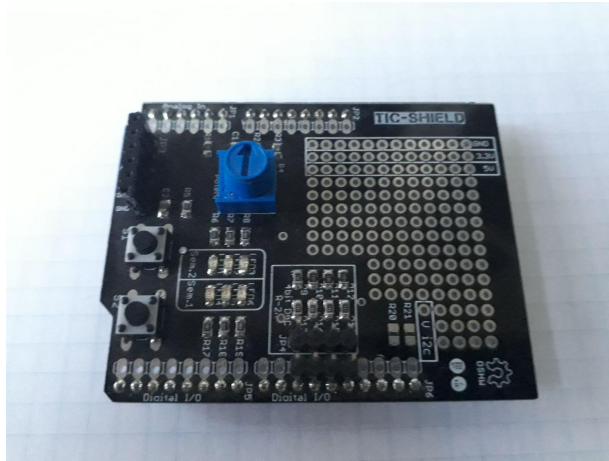

Figura 1: *Shield* d'Arduino per a la pràctica.
2. *Shield TIC* per Arduino. En aquest *shield* es disposa del material necessari per fer aquestes pràctiques, minimitzant la utilització de la placa de prototips que és més propensa a mals contactes. Cal adquirir-la (a preu de cost) al mestre de laboratori. La figura 1 mostra una imatge d'aquesta placa.